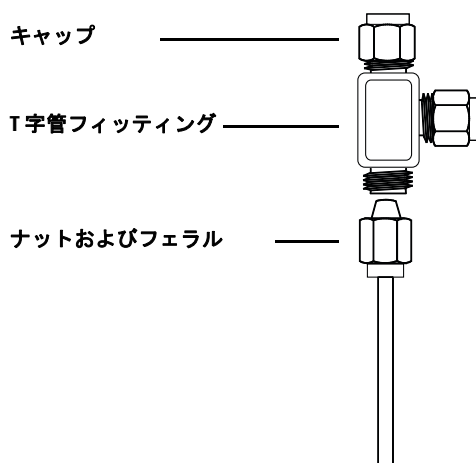

図 14 Swagelok T 字管
- 1 配管の T 字管を取り付ける場所を切断します。配管と T 字管を Swagelok フィッティングで接続します。図 14 を参照してください。